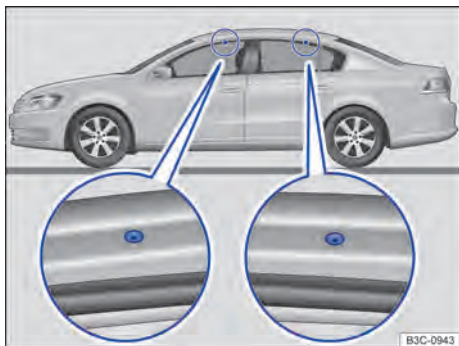

Fig. 114 Abaixo das vedações de borracha da porta dianteira e traseira: pontos de fixação para os suportes de base.
Os furos para fixação dos suportes de base se encontram nos lados inferiores das vigas do teto e somente podem ser vistos se a porta estiver aberta \Rightarrow Fig. 114.
- Fixar as barras de suporte somente nas marcações indicadas na figura \Rightarrow Fig. 114.